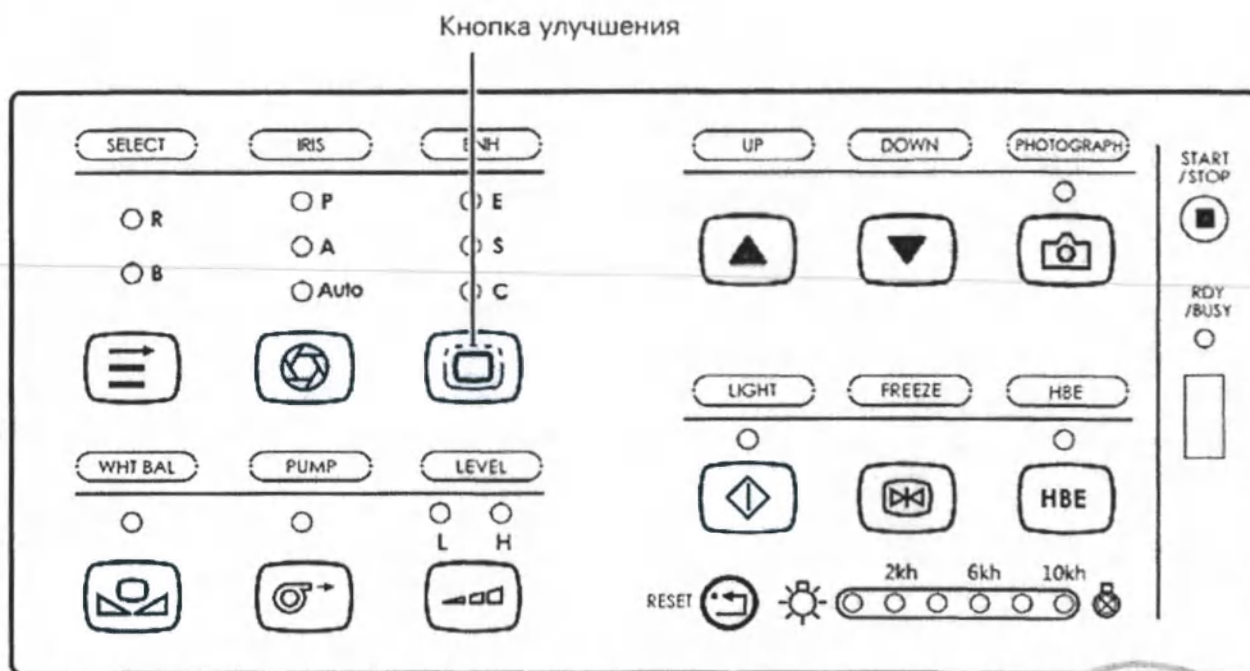

Рис. 13.
Прибор позволяет выполнять улучшение изображения. Улучшение представляет собой технику обработки для электронного повышения резкости краёв (E), структуры (S) или их комбинации (C) для изображения. 1. Нажмите и удерживайте кнопку улучшения на передней панели или нажмите клавишу F3 на клавиатуре, чтобы выбрать режим (Рис. 13). 2. После выбора режима улучшения (E, S или C) кратковременно нажмите кнопку улучшения на передней панели или нажмите клавишу F4 на клавиатуре, чтобы выбрать уровень улучшения (0, 1, 2 или 3). Текущий режим и уровень отображаются на экране.